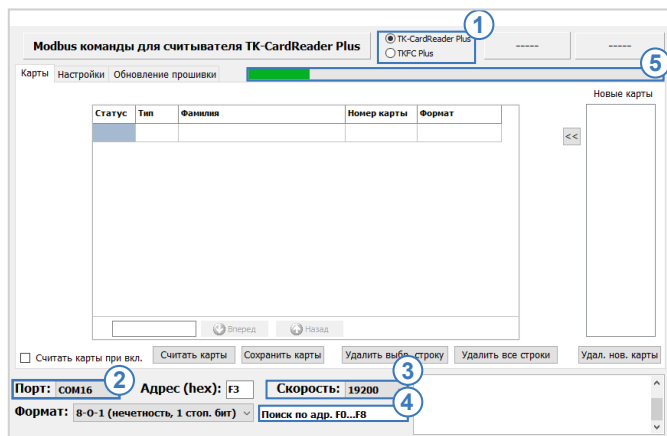

Рис.15. Поиск по адресам от 00 до FF
- выбрать тип устройства по которому будет выполнен поиск (Рис.15, п.1);
- в конфигураторе выбрать COM-порт к которому подключен считыватель (Рис.15, п.2). Посмотреть порт устройства можно в Диспетчере устройств системы;
- выбрать скорость, на которую настроена шина RS-485 считывателя (Рис.15, п.3);
- выбрать диапазон адресов – Поиск по всем адресам (Рис.15, п.4).
- после этого программа выполнит поиск подключенного устройства в диапазоне адресов 00 – FF для заданной скорости обмена, затем выполнит подключение к первому найденному устройству и считывает настройки. Состояние выполнения поиска отображается в верхней части окна программы (Рис.15, п.5);